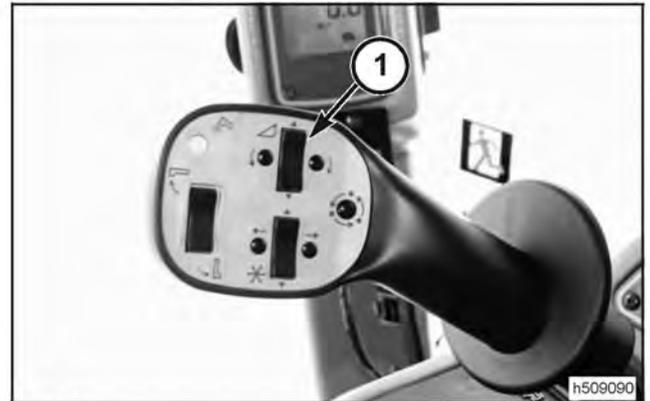

FIG. 87
FIG. 87: Cuando el control de altura del cabezal esta en el modo automático, presionando la parte superior (1) del interruptor del cabezal se elevará el mismo y se desactivará el módulo de control automático. El modo automático se restablecerá por presión momentánea del interruptor de elevación del cabezal en la parte más baja.